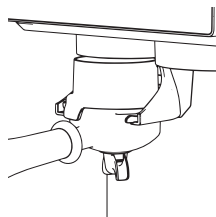

Abbildung 3
2. Setzen Sie den Siebträger mit angebrachtem Spritzschutz in die dafür vorgesehene Halterung am Gerät ein (Abbildung 3).